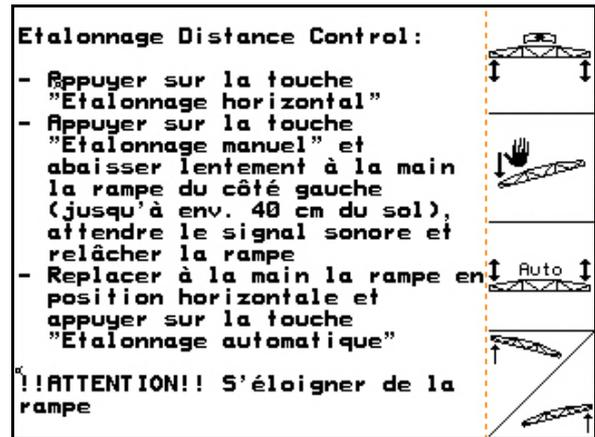

Fig. 18
1.  (Fig. 18) Lancez l'étalonnage automatique.